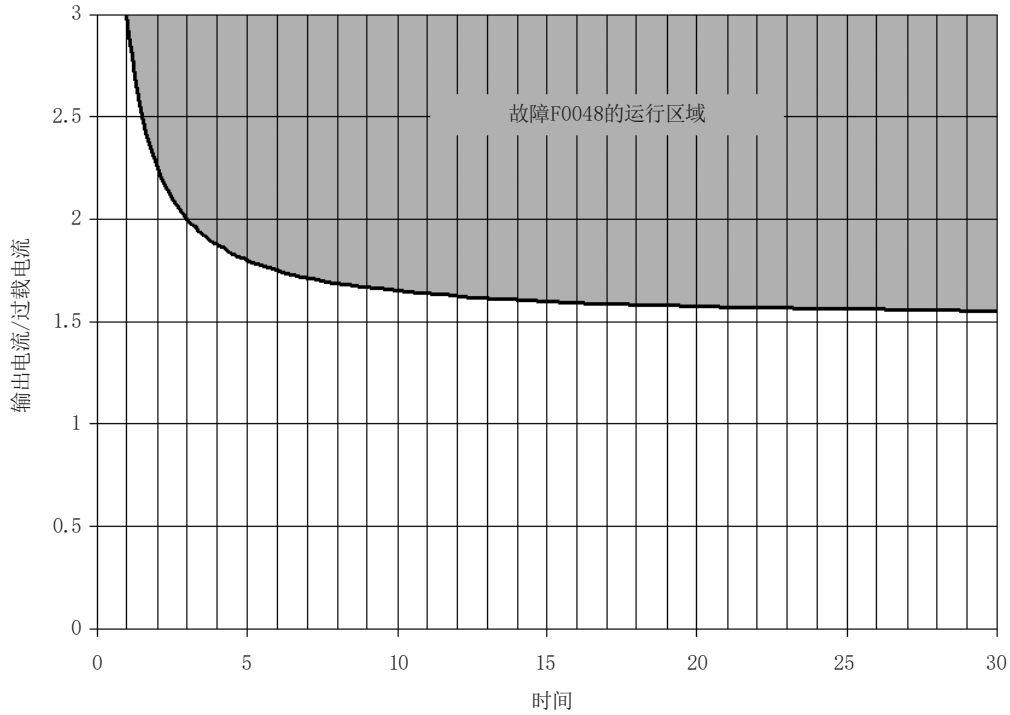

图 17.2: IGBT过载的致动（重载-ND）
CFW500 IGBT过载保护采用了相同的电机保护形式.但是, 对设计进行了更改, 使得相对于变频器额定电流 (P0295 ), 对于重载 (HD) (P0298 = 1) 的200%过载 (P0298 = 1), 故障F0048在三秒内发生, 如图17.2所示.另一方面, IGBT过载故障(F0048)不会在过载小于150%变频器额定电流(P0295)的状况下发生.